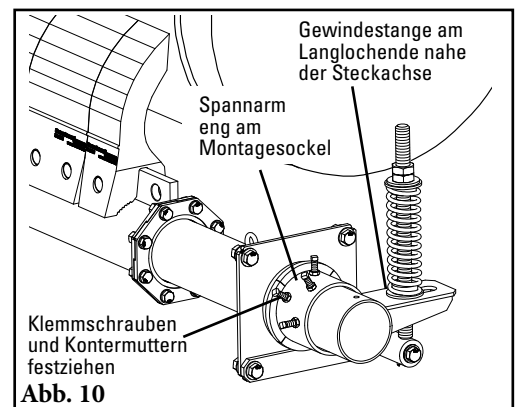

Abb. 10
10. **Das Abstreifblatt gegen das Band spannen.** Drehen Sie das Abstreifblatt, bis es das Band berührt. Halten Sie die Federbuchse flach an den Spannarm und drehen Sie diesen, so dass die Gewindestange an dem Ende des Spannarm-Langlochs anschlägt, das der Steckachse näher ist. Ziehen Sie die Klemmschrauben und die Kontermuttern am Spannarm fest (Abb. 10).